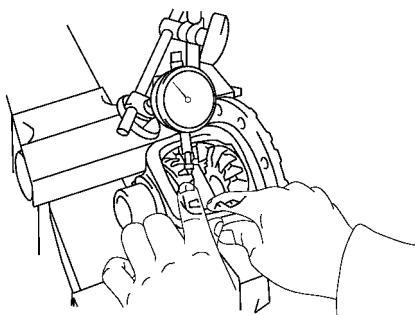

图 14-152 测量侧齿轮的齿隙
3) 检查侧齿轮的齿隙。握住朝向差速器壳的 1 个小齿轮, 测量侧齿轮的齿隙, 如图 14-152 所示。